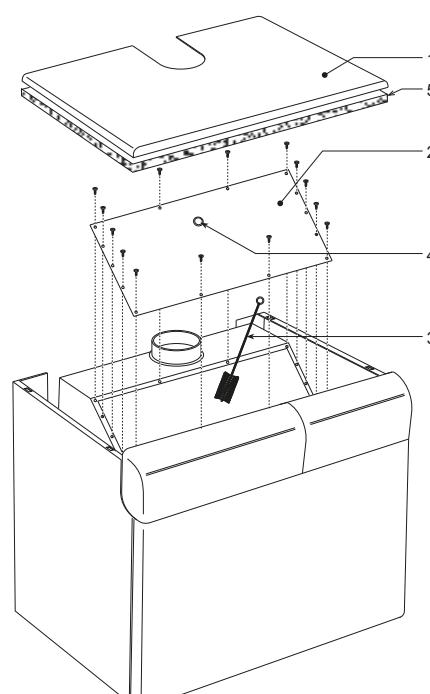

рис. 9 - Очистка котла
Для выполнения очистки котла см. рис. 9) следуйте нижеприведенным указаниям:
- Снимите лицевую панель котла (рис. 9).